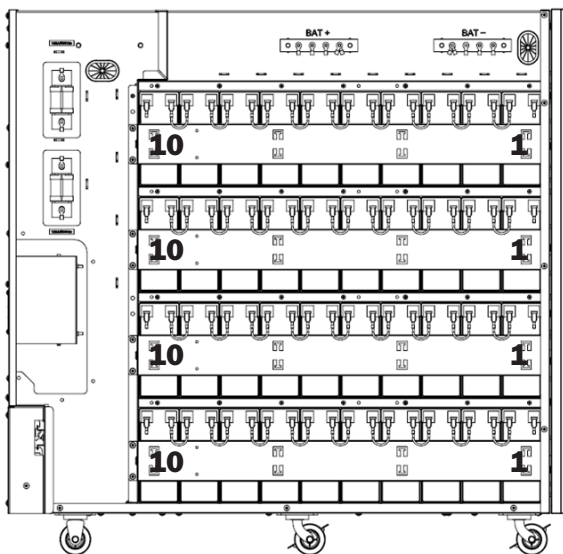

Figura 5-14A: El lado izquierdo del gabinete es el lado positivo de las series de baterías.
17. Use 36 puentes de batería para conectar las terminales de las baterías adyacentes en el lado positivo del gabinete de baterías (Figura 5-14A).